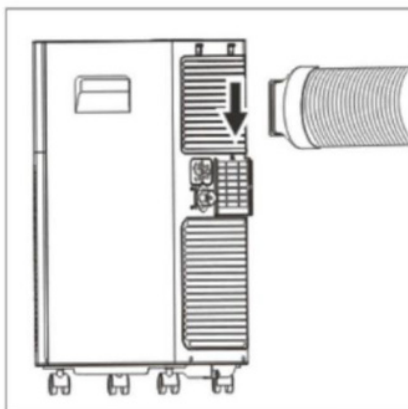

Рис. 4
4. Вставьте шланг в воздуховыпускное отверстие устройства (рис. 4).